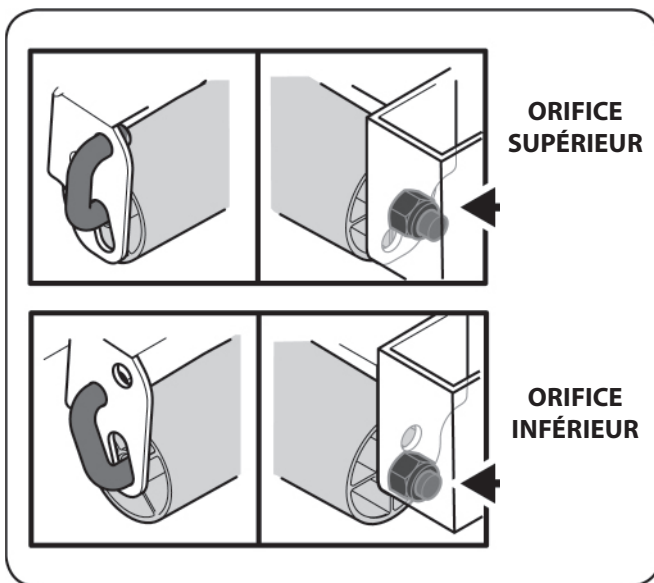

Figure 1-12
- Le galet peut être ajusté à deux hauteurs différentes. Pour changer la hauteur de la trousse du traceur, retirez le contre-écrou et faites glisser la goupille suffisamment loin pour la faire passer à la hauteur souhaitée du côté droit du support. Sécurisez l'extrémité à crochet de la goupille et installez le contre-écrou pour le verrouiller en position. Consultez la Figure 1-12.